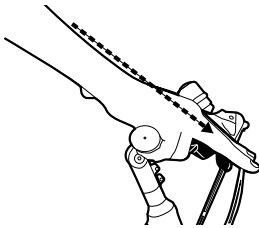

Abb. 10. An Unterarmen ausgerichteter Bremshebel
1. Für eine gute Hebelposition lösen Sie die Schraube(n) der Bremshebelbefestigung. Stellen Sie dann die Position des Bremshebels so ein, dass er eine Linie mit Ihren Unterarmen bildet, wenn Sie in Fahrposition auf dem Sattel sitzen (*siehe Abb. 10*).